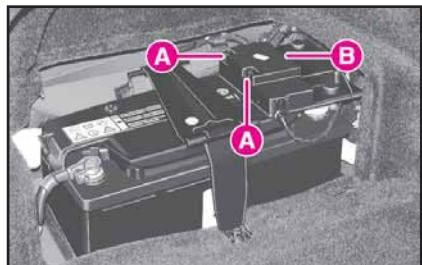

fig. 2
**4)** Presione sobre las aletas A (fig. 2) y quite la tapa B.